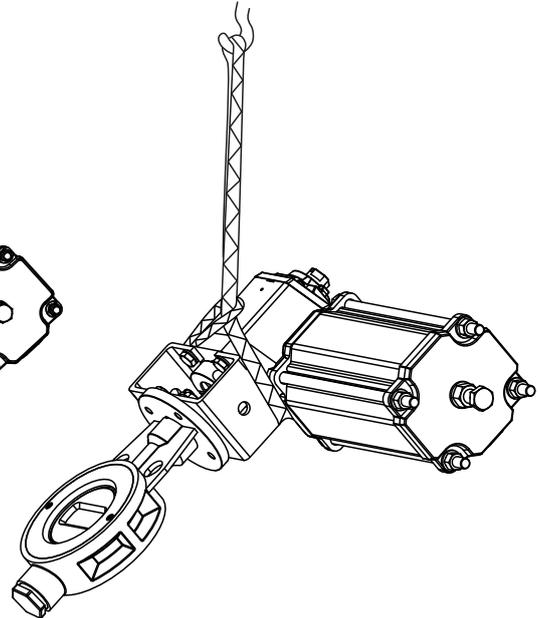

Fig. 5.1.3
- 3. Ventile mit Stellantrieb vom Typ Somas A -SC/SO (einfach wirkend), alle Größen:** Zum Anheben unter dem Stellantrieb (→ Fig. 5.1.3)